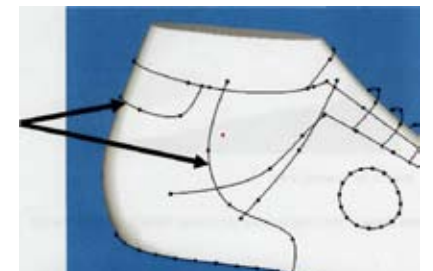

Рис. 8
- Создадим две дополнительные линии на внешней поверхности колодки (рис. 8), используя левую кнопку мыши для рисования и правую кнопку мыши, чтобы закончить каждую линию.